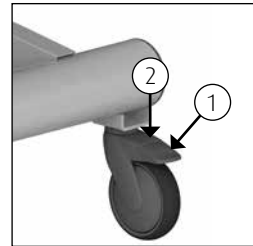

Abbildung 2 Rollenblockierung.
- Die Marina-Liege kann arretiert werden, indem die blaue Lippe (1) an der Rolle nach unten gedrückt wird (Siehe Abbildung 2).
- Um die Bremse der Marina-Liege zu lösen, muss dieselbe Lippe von der Rolle entfernt werden, indem mit dem Fuß die Oberseite der Lippe (2) nach unten gedrückt wird (Siehe Abbildung 2).